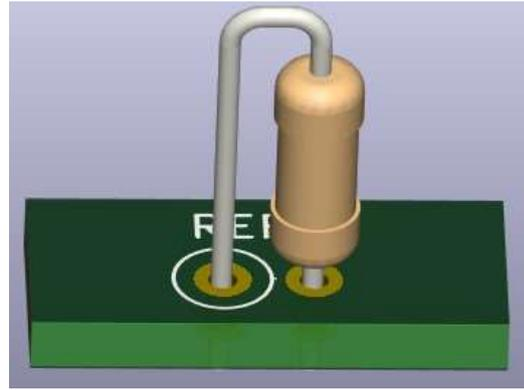

図 2. 今回おすすめの実装方向
- ・ 今回はシルクの向きが間違っているため、すべての抵抗において図 2 のように実装することをおすすめします。